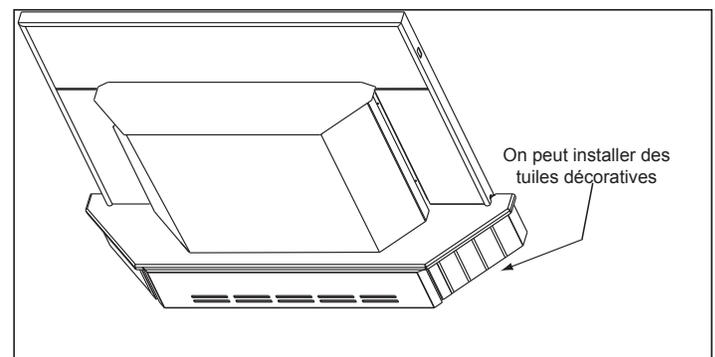

Figure 24.3
**REMARQUE :** Vous pouvez découper des carreaux de céramique d'une épaisseur de 9,5 mm (3/8 po) ou un autre matériau similaire et les placer sous la lèvre du bord supérieur de la garniture comme ornement de finition. **Figure 24.3.**